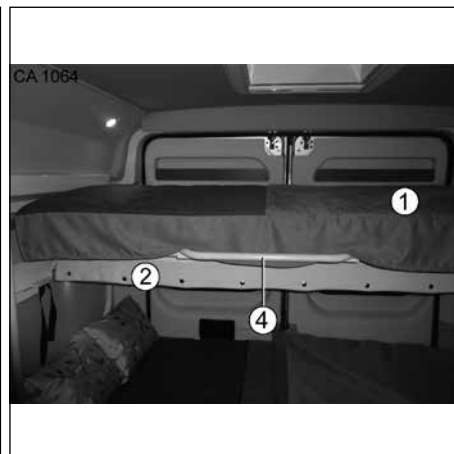

Fig. 27 Fälla ned den främre överslafen
Fälla ned den främre sänghalvan (Fig. 27, pos. 2):
- Dra försiktigt ut den främre sänghalvan (Fig. 27, pos. 1) med hjälp av handtaget (Fig. 27, pos. 4), mot förarhytten, tills sängen är helt utdragen.
Demontera och montera den bakre sänghalvan (Fig. 27, pos. 2):
1. Demontera den främre sänghalvan (Fig. 27, pos. 1).
4. Lyft den bakre sänghalvan (Fig. 27, pos. 2) uppåt och vrid den så att den kan dras ut ur bakdörrarna.